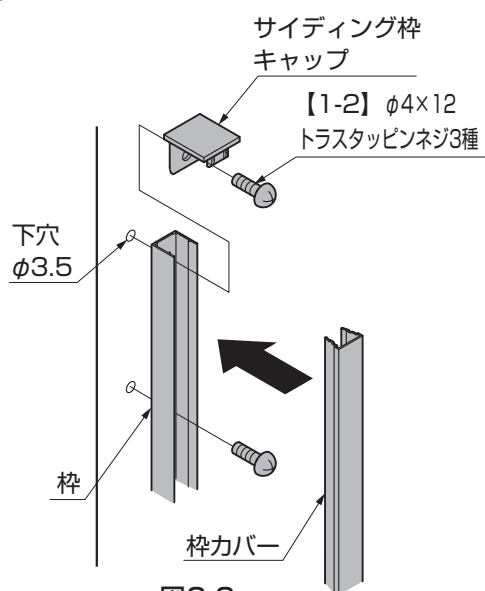

図6-6
- ①柱にφ3.5の下穴をあけて枠、サイディング枠キャップを【1-2】で取付けてください。(図6-6参照)